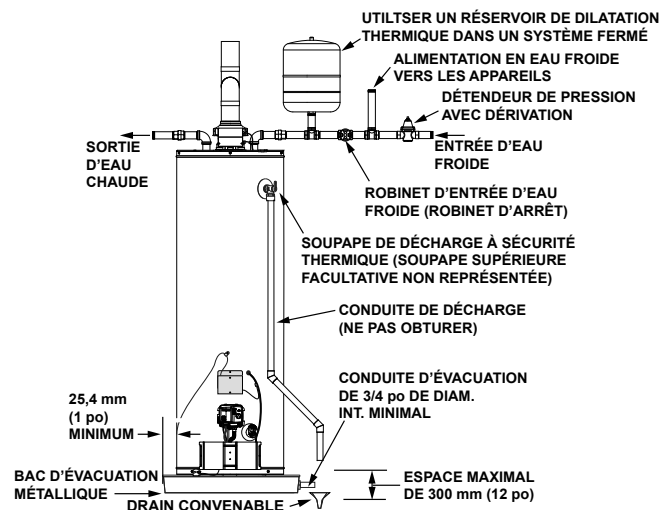

FIGURE 13.
1. Installer tous les tuyaux et raccords d'eau de la façon illustrée à la Figure 13. Connecter le tuyau d'alimentation en eau froide (3/4 po NPT) au raccord d'entrée d'eau froide. Connecter le tuyau d'alimentation en eau chaude (3/4 po NPT) au raccord de sortie d'eau chaude.